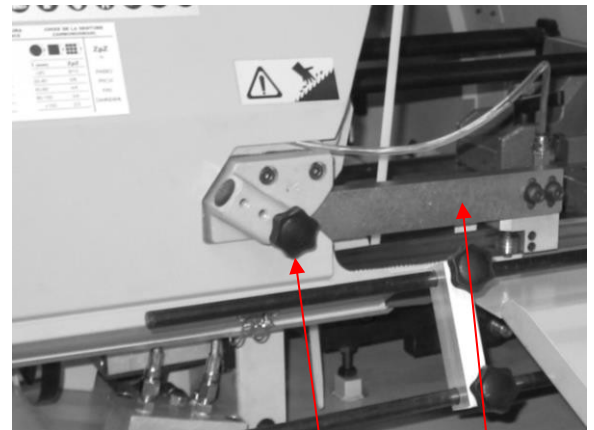

Fig. 23
- 1 Allentare la barra di spinta allentando la vite del pomello a stella BD (Fig. 23).
- 2 Avvicinare il più possibile l'asta BE (Fig. 23) al materiale da tagliare.
- 3 Serrare la vite del pomolo a stella BD (Fig. 23).